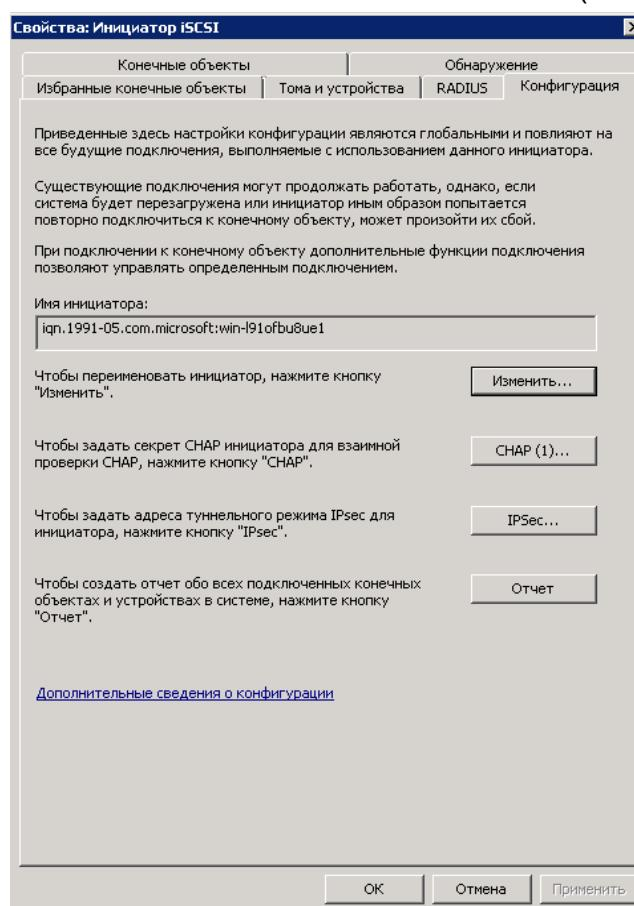

Рисунок 102 - Имя инициатора iSCSI
- 2) На вкладке «Конфигурация» отображается имя инициатора iSCSI, которое задается в качестве имени пользователя в СПО.БАУМ (см. Рисунок 102).